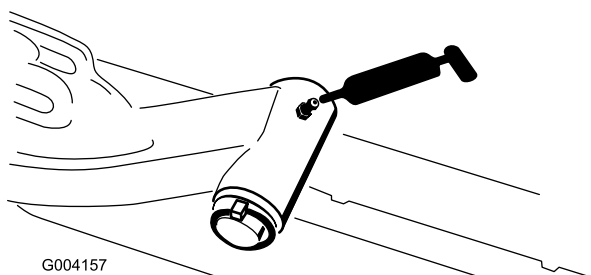

Figure 53
- Axe de pivot des bras de relevage (x 1) (Figure 53)